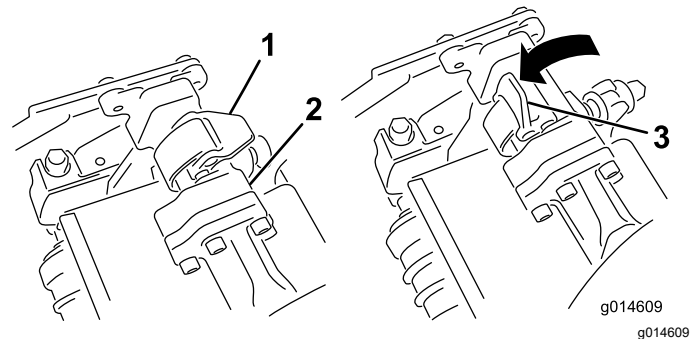
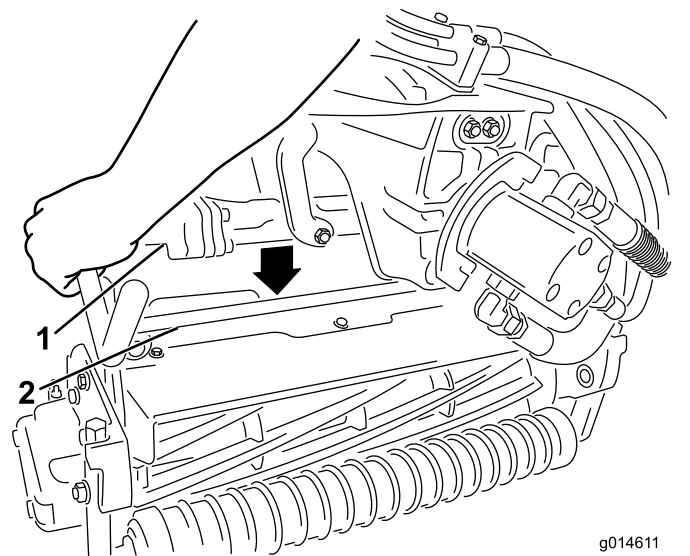

图 54
图 55
3. 当悬挂臂杆上的门锁指向上方即打开时图 54 向下压悬挂臂使悬挂臂杆与滚刀组上方的支架相契合图 55。
4. 向下并绕着滚刀组横杆关闭门锁将它们锁定到位图 54。
4. 打开您正在拆下的滚刀组悬挂臂上的门锁图 54。